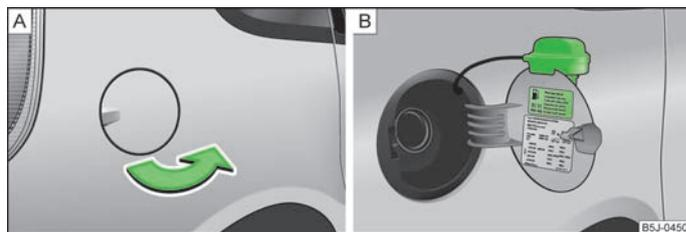

Fig. 112 Côté arrière droit du véhicule : Trappe du réservoir/Trappe avec bouchon dévissé
Les carburants prévus pour votre véhicule, la taille des pneus et la pression de gonflage sont indiqués sur la face intérieure de la trappe à carburant » fig. 112 - B.
- Ouvrir le couvercle du réservoir à la main » fig. 112 - A
- Dévissez le bouchon du réservoir en le faisant tourner vers la gauche et fixez-le en haut de la trappe du réservoir » fig. 112 - B.